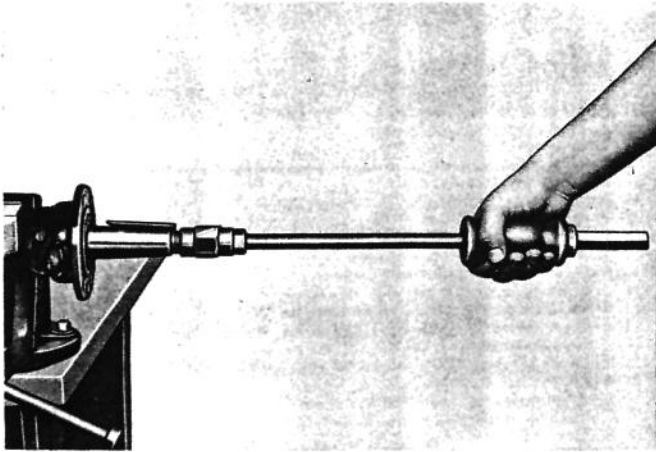

Fig. 177
- a semi-árvore, usando a ferramenta C-637 e seu complemento que se aparafusa na extremidade da semi-árvore (veja a fig. 177)